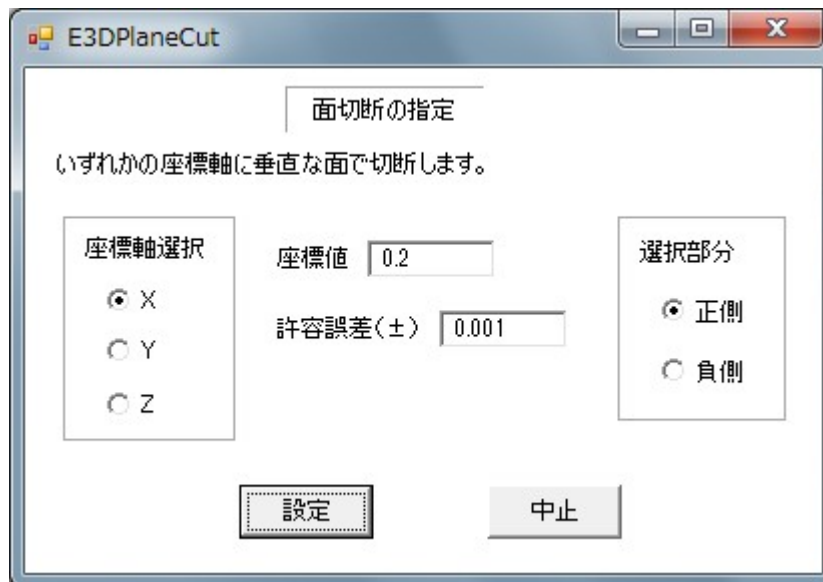

図6-21 面切断設定の画面
- ⑰「面切断設定」ボタンをクリックすると、図6-21の面切断設定の画面に移り、面切断の仕方を設定できます。この面切断とは、座標軸に直角な平面で構造を切断し、2 分割されたいずれかの構造図を描くものです。図6-21の画面では次のように操作します。
- ⑱本画面で「コピー印刷」ボタンをクリックすると、プリンターで画面コピーを印刷できます。